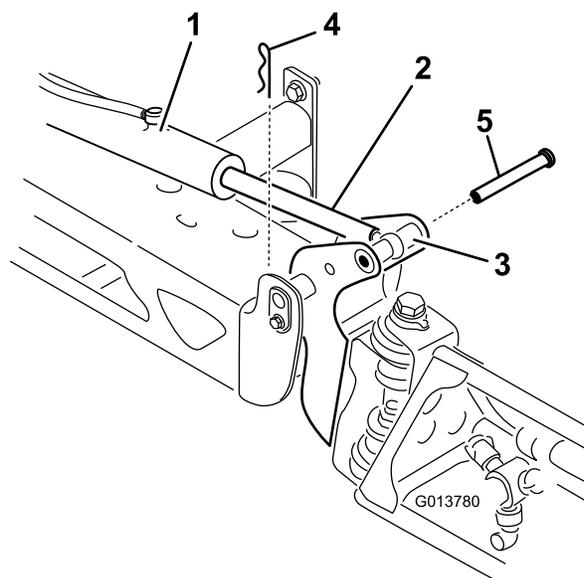

Figura 96
2. Togliete la coppiglia dal perno di articolazione (Figura 96).
3. Sollevate la barra, rimuovete il perno (Figura 96) e lentamente abbassate a terra la barra.
9. Tenete ferma la barra e inserite il perno attraverso il perno della barra e l'asta dell'attuatore (Figura 96).